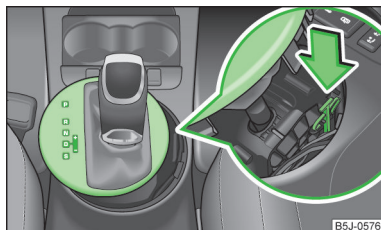

Fig. 107
- Presione con un dedo la pieza de plástico amarilla en la dirección de la flecha » fig. 107.